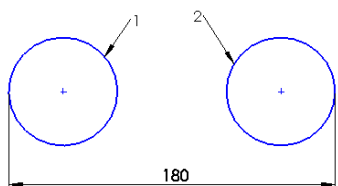

图 2-80 两圆弧之间的线性尺寸
标注直线段长度的方法比较简单,在标注模式下,直接单击直线段,然后拖动光标即可。下面以标注图 2-80 所示两圆弧之间的距离为例,说明线性尺寸的标注方法。
**02** 设置标注实体。单击图 2-80 中的圆弧 1 上的任意位置,然后单击圆弧 2 上的任意位置,此时视图中出现标注的尺寸。
**05** 确认尺寸标注。单击“尺寸”属性管理器中的“确定”图标按钮,完成尺寸的标注,结果如图 2-80 所示。